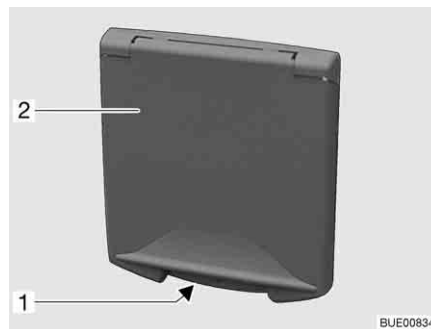

Fig. 64 Cierre a presión de la trampilla de servicio
- Introducir la llave en el cilindro de cierre del cierre a presión bajo llave (Fig. 64,1) y girarla un cuarto de vuelta. El cierre a presión está desbloqueado.
- Introducir la llave en el cilindro de cierre del cierre a presión bajo llave (Fig. 64,1) y girarla un cuarto de vuelta. El cierre a presión está bloqueado.